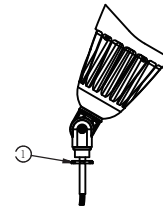
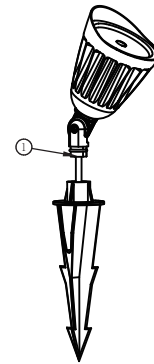

Fig. 2
Fig. 3
Retrait du bras de montage et du montage sur le piquet (voir Fig. 2 et Fig. 3)
- Desserrer complètement l'écrou de verrouillage (article 1, Fig. 2) pour enlever le bras fileté du montage.
- Enfiler les fils du montage dans le piquet de terre et fixer le montage sur le piquet de terre par 1/2 filetage (article 1, Fig. 3).